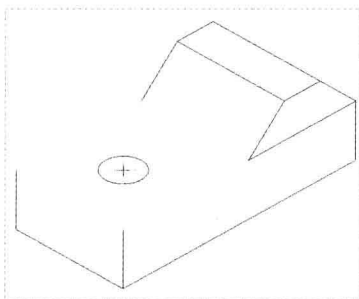

图 2-42 图形文件
Step 01 按【Ctrl+O】组合键，打开图形文件，如图 2-42 所示。